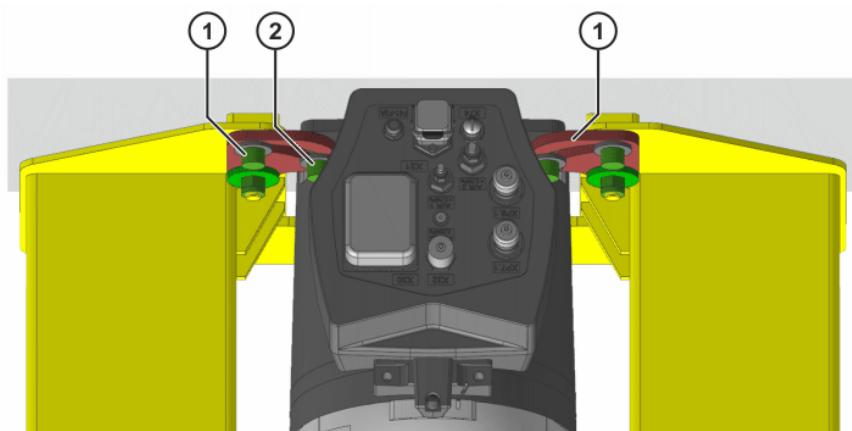

Abb. 10-8: Schwenkhalter positionieren und befestigen
10. Schwenkhalter auf Grundgestell positionieren (>> Abb. 10-8).